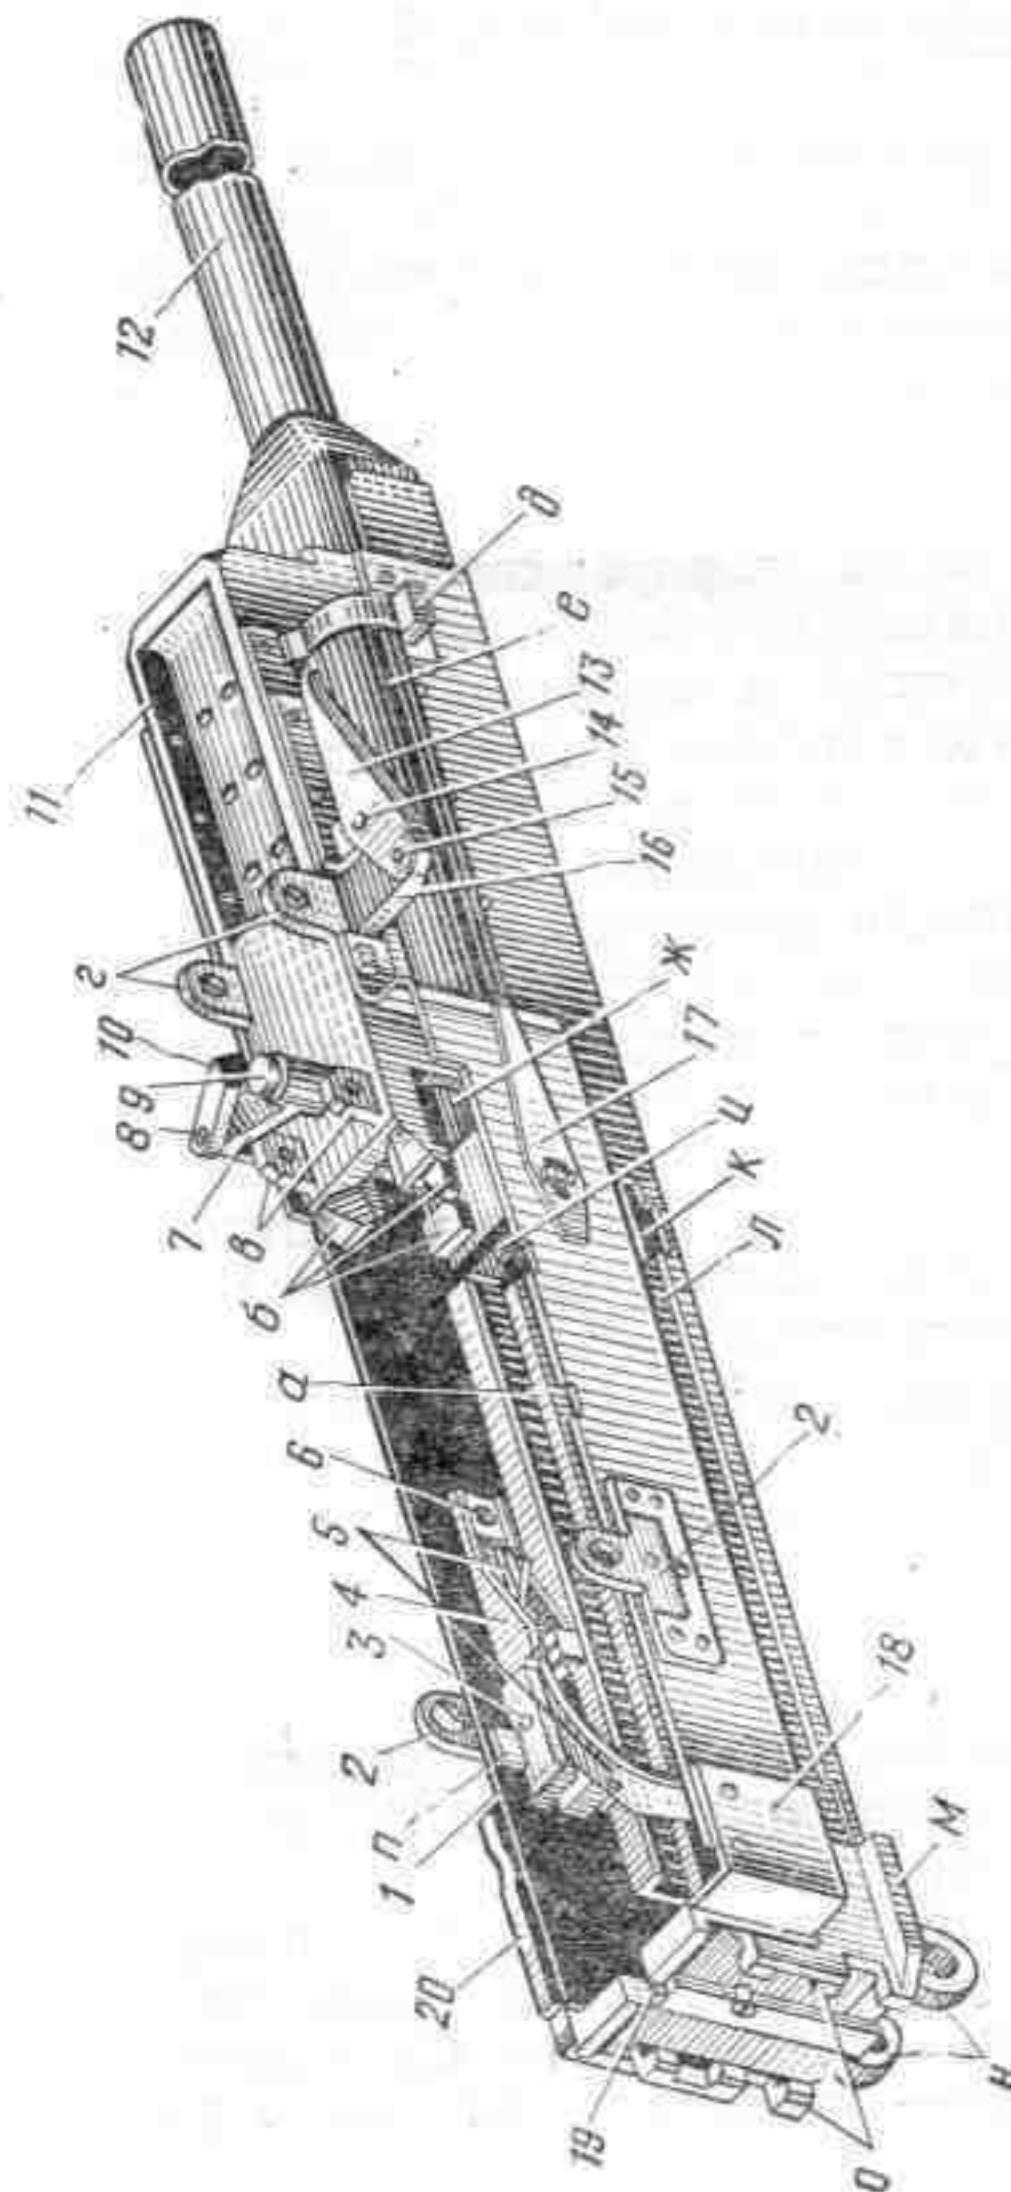

Рис. 38. Ствольная коробка:
**14. Ствольная коробка** (рис. 38) служит для соединения частей и механизмов пулемета, для направления движения затворной рамы с затвором и для обеспечения закрывания канала ствола затвором и запирания затвора.